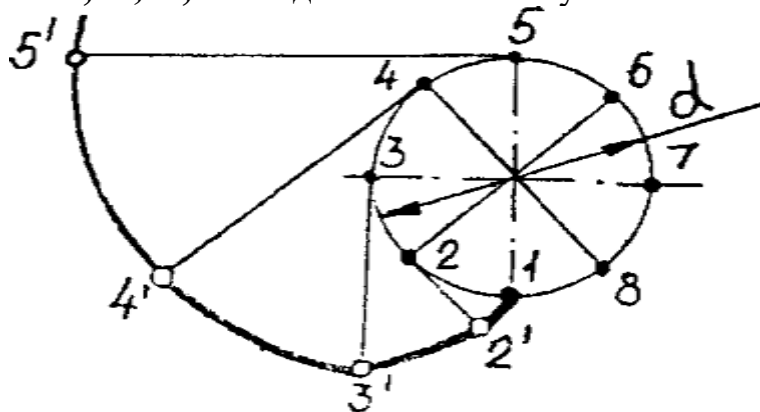

Рис. 43. Построение эвольвенты
**Построение эвольвенты по заданному диаметру  $d$  (рис. 43) выполняют так:**